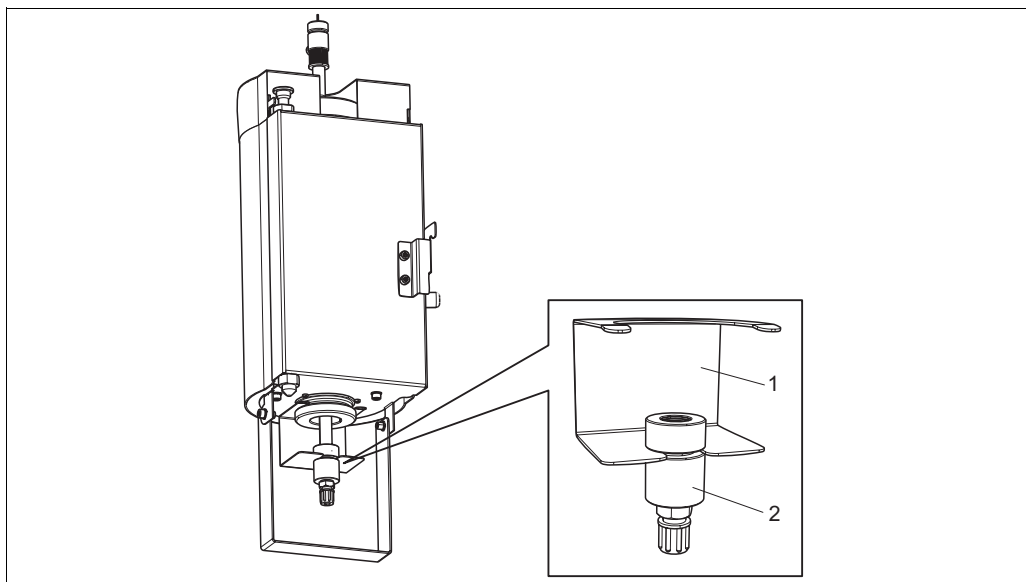

Fig. 5: Adattatore
1. Montare l'adattatore (v. Fig. 5, pos. 2) sul tronchetto dell'inserto in vetro.
2. Montare la staffa (v. Fig. 5, pos. 1).